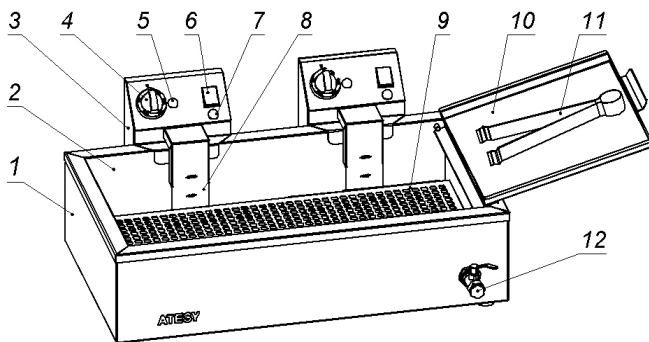

Рис. 1
4.2. Управление фритюрной ванной осуществляется с блока управления нагревом (3) (см. рис. 1). В положении «0» выключателя (6), индикаторные лампы (5) и (7) не горят.